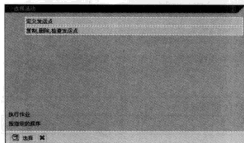

图 8-45 选择“定义发运点”选项
STEP 1 在命令栏输入 SPRO 命令, 通过菜单选择“企业结构→定义→后勤执行→定义、复制、删除、检查发运点”选项, 在弹出的“选择活动”对话框中选择“定义发运点”选项, 如图 8-45 所示。